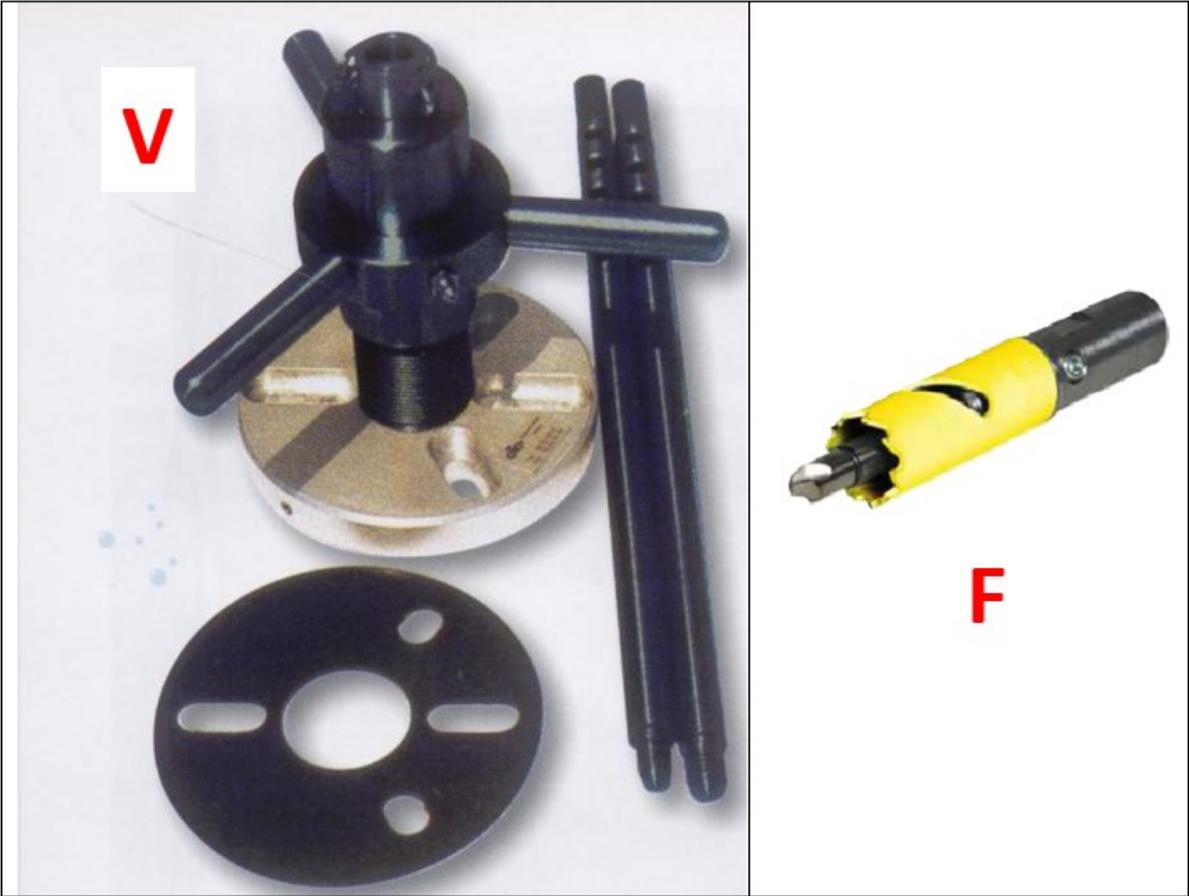
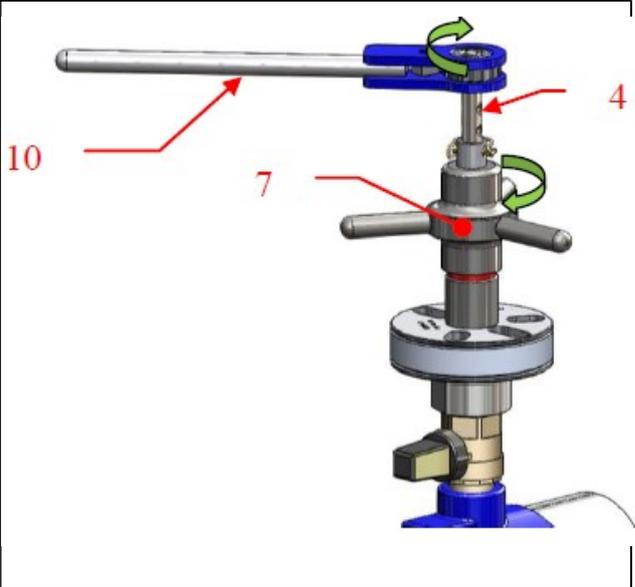

Fig. 1
Fig. 3
2. O veio de manobra [4 – Fig.3], munido do conjunto broca/fresa craneana de corte [F – Fig.1], deve agora ser inserido pela face inferior do prato.